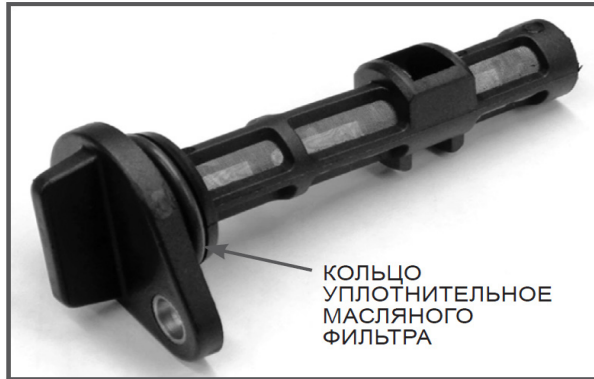

Рис. 11 Масляный фильтр
9. Внимательно осмотрите масляный фильтр (Рис. 11). Обязательно проверьте фильтрующую сетку фильтра на наличие механических повреждений (сетка порвана, имеются отверстия). При наличии повреждений и невозможности очистить сильные загрязнения фильтр необходимо заменить.
При каждой очистке масляного фильтра обязательно меняйте уплотнительное кольцо масляного фильтра (Рис. 11). При установке кольца на корпус фильтра не допускайте его повреждений. После установки уплотнительного кольца на корпус масляного фильтра контролируйте правильность установки кольца, оно не должно быть перекручено.